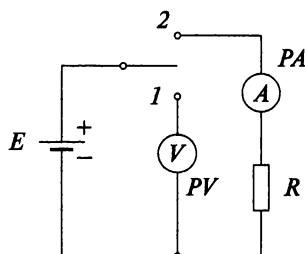

Рис. 2.4
4. Проведены измерения по схеме (рис. 2.4) при двух положениях ключа. При первом положении ключа вольтметр показывает 4 В, при втором положении амперметр показывает 1,5 А. Определить внутреннее сопротивление источника, если $R = 2$ Ом. Сопротивлением амперметра и проводимостью вольтметра пренебречь.